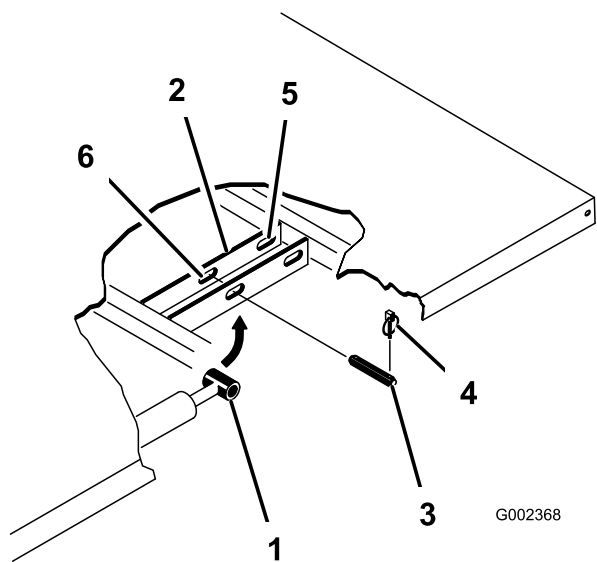

図 33
3. シリンダの外側端部からリンチピンを外す 図 33。
4. シリンダロッドの端部を荷台取り付けプレートのスロットに固定しているクレビスピンを外す(図 33)。
5. ピボットブラケットをフレームに固定しているリンチピンとクレビスピンを外す(図 33)。